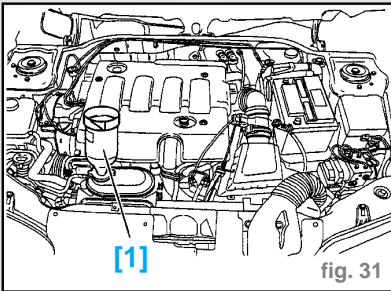

fig. 31
- Monter sur l'orifice de remplissage le cylindre de charge (-).0173 (fig. 31).
- Ouvrir toutes les vis de purge (2) ainsi que le purgeur situé sur le radiateur (un quart de tour) (suivant les modèles).
- Monter sur l'orifice de remplissage le cylindre de charge [1] (-.0173 (fig. 31).